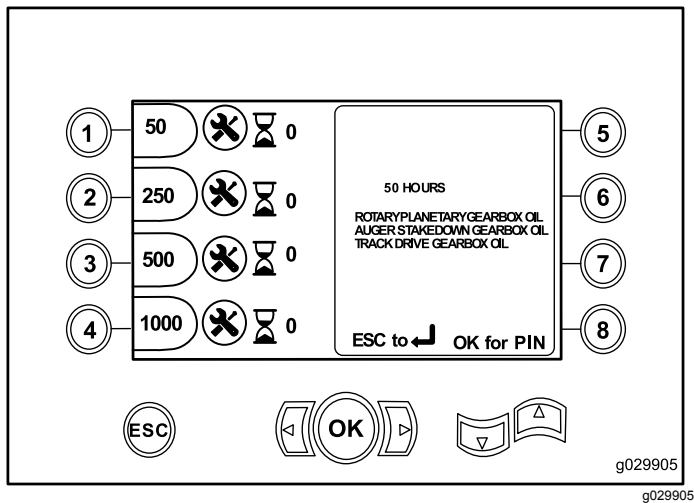

Bild 12
- Taste 1: 50 Stunden (Bild 12)